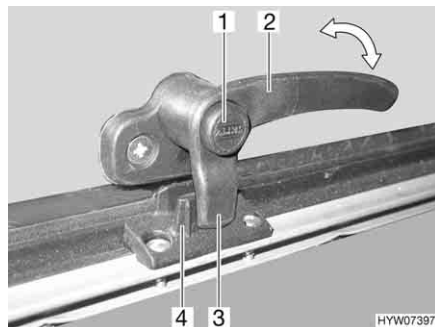
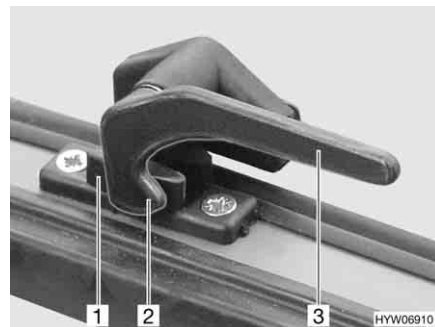

Fig. 101 Palanca de bloqueo con botón de seguridad en la posición de "cerrado"
Fig. 102 Palanca de bloqueo en la posición de "cerrado"
- Si existe, pulsar el botón de seguridad (Fig. 101,1) y mantenerlo pulsado.
- Girar la palanca de bloqueo (Fig. 101,2 ó Fig. 102,3) un cuarto de vuelta hacia la mitad de la ventana.
- Girar la palanca de bloqueo (Fig. 101,2 ó Fig. 102,3) un cuarto de vuelta hacia el marco de la ventana. El saliente de bloqueo (Fig. 101,3 ó Fig. 102,2) de la palanca de bloqueo se encuentra en la cara interior del bloqueo de la ventana (Fig. 101,4 ó Fig. 102,1).
- En la posición "cerrada fijamente" (Fig. 101 y Fig. 102)